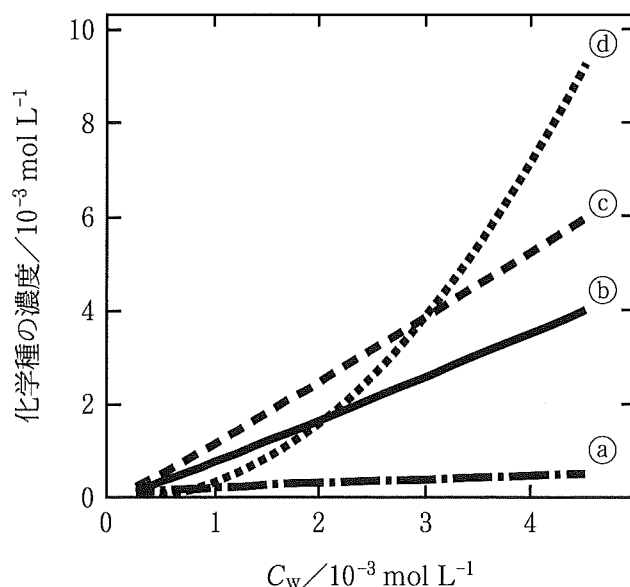

図 6 水層における安息香酸の総濃度 C_w に対する
- ① 安息香酸をベンゼン層から水層へ拡散させる。
- ② 水酸化ナトリウムを水層からベンゼン層へ拡散させる。
- ③ 中和後の安息香酸を水層中に保つ。
- ④ フェノールフタレインの色が均一になるようにする。
- ⑤ ベンゼン層の濃度が高いので希釈する。
- (iv) 下線部 (う) で水溶液およびベンゼン溶液を滴定するのに要した水酸化ナトリウム水溶液をそれぞれ y mL, z mL とする。なお、ベンゼン溶液に水酸化ナトリウム水溶液を滴下したとき、反応は速やかに起こるものとする。はじめに入れる安息香酸の量を変化させて実験を行うと、 z は y に比例しない。これは、安息香酸が単一の化学種で存在しないことが原因である。図 6 に、水層における安息香酸の化学種すべてのモル濃度の和 C_w に対する各層における主な化学種のモル濃度 ①～④ の変化を示した。これら ①～④ が何の化学種のモル濃度か、記号で答えよ。ただし、安息香酸は 1 価の酸であることから、HA (H は水素を意味する) で表し、濃度の表記は $[]$ の記号を用いよ。また、ベンゼン層は B, 水層は W を下付き文字で表現せよ。例えば、水層における安息香酸の濃度は、 $[HA]_w$ と表記せよ。